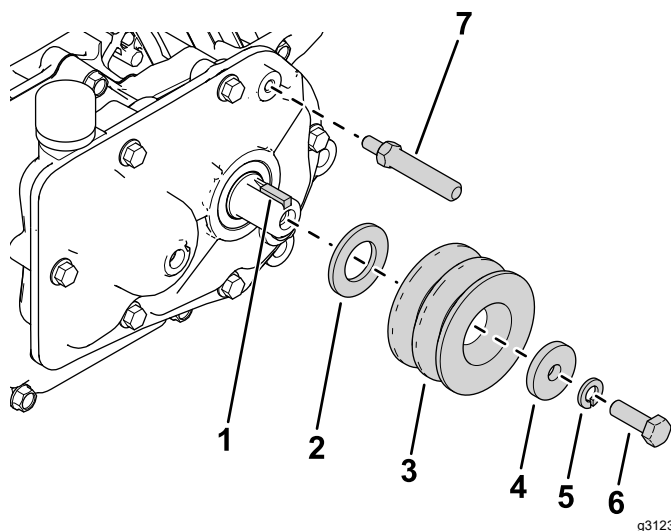

Bild 2
2. Setzen Sie Vierkant-Passfeder in die Antriebswelle ein (Bild 2).
3. Setzen Sie die neue Unterlegscheibe (M20), Antriebsscheibe, Unterlegscheibe (5/16"), Sicherungsscheibe und die Schraube (5/16" x 1") ein, wie in Bild 2 abgebildet.
4. Befestigen Sie die Kardanwelle des Antriebs am Getriebe (Bild 2).